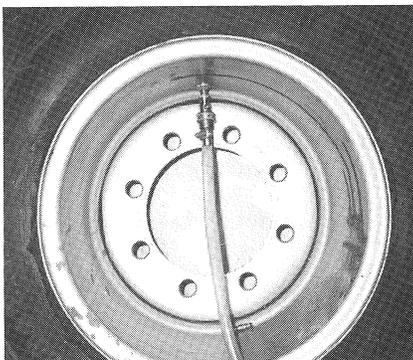

Bild 54
4. Lösung von einem höher liegenden Behälter einlaufen lassen (Bild 54).
5. Von Zeit zu Zeit Entlüftungsknopf am Reifenfüllventil betätigen (Bild 54).